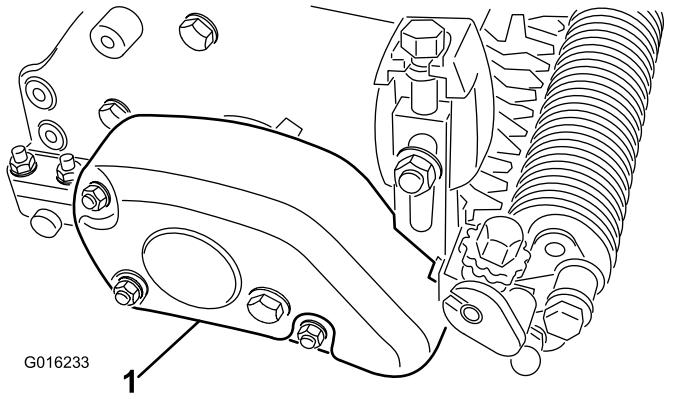

Figura 18
37. Monte a cobertura da correia no conjunto da caixa do rastelo com (3) porcas de bloqueio (Figura 18).